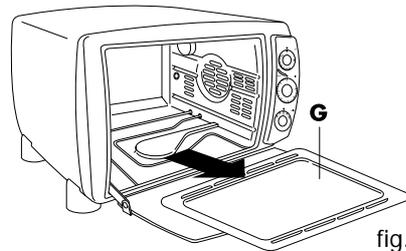

fig. 11
Extraiga la bandeja recolectora de migas (G) situada en la parte inferior de su horno (ver fig. 11). Lávela a mano. Si el ensuciado es difícil de sacar, enjuague la bandeja recolectora de migas con agua caliente con jabón y si es preciso fríéguela cuidadosamente, sin rasarla.